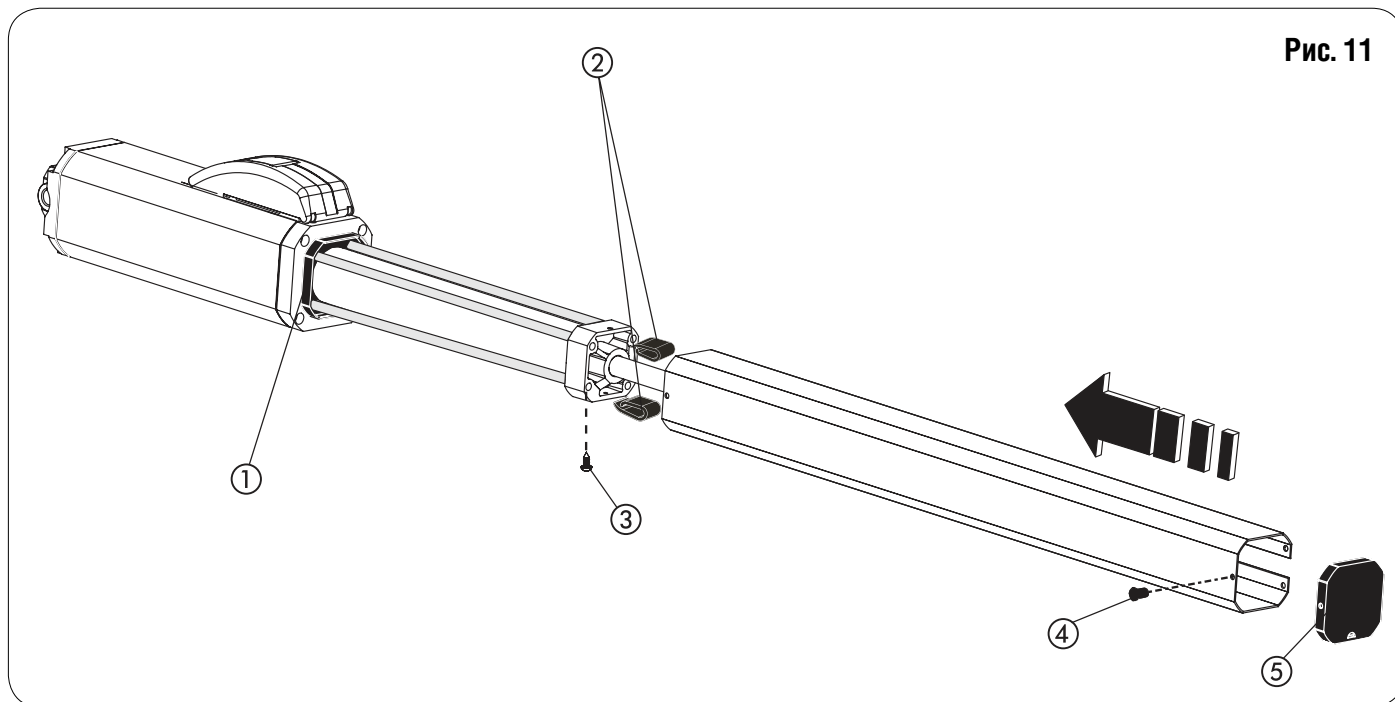

Рис. 11
12) Подготовьте защитный кожух и установите его на привод, как показано на Рис. 11.